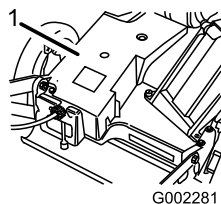

Figure 40
2. Enlevez les boulons qui fixent le carter de courroie (Figure 40) à la tondeuse.